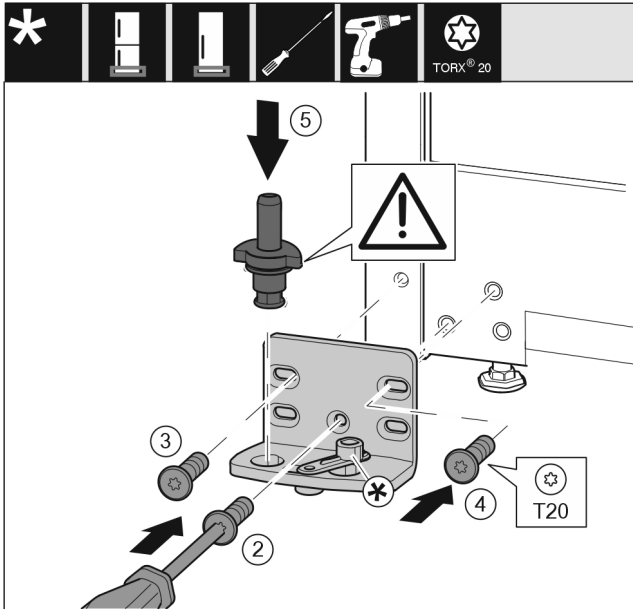

Fig. 16
- ▶ Εφαρμόστε το στήριγμα στην άλλη πλευρά και βιδώστε το με τη βοήθεια ενός καταβιδιού. Αρχίστε με τη βίδα Fig. 16 (2) κάτω στο κέντρο.
- ▶ Σφίξτε τη βίδα Fig. 16 (3) και τη βίδα Fig. 16 (4).
- ▶ Τοποθετήστε ολόκληρο τον πείρο Fig. 16 (5). Βεβαιωθείτε ότι το έκκεντρο ασφάλισης είναι στραμμένο προς τα πίσω.